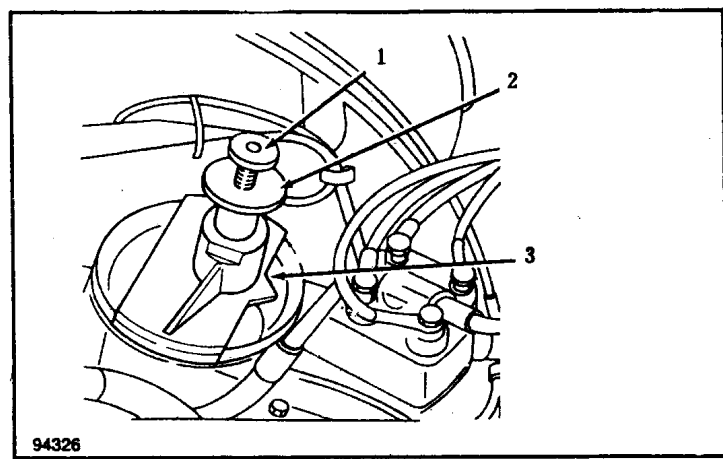

图 1-11 气流传感器片可调架部件位置
3) 检查不要让油管组结或弯曲。下面要松动管接头, 调整好油管, 再拧紧接头, 然后拆下气流传感器上的橡皮套, 最后转动固定螺钉, 并抬起传感器片可调架 (VW1348/1) 上的调整板, 这样就可以模拟节气门处于全开时的位置。参见图 1-11
4) 把气流传感器片可调架放在气流传感器上 (可调架的中心部位要高出传感器片)。需要注意的是, 可调架底座边缘上的指示器一定要指向燃油分配器的中心部件 (参见图 1-11), 然后把可调架上的调整板向下推, 一直推到定位器的位置上。